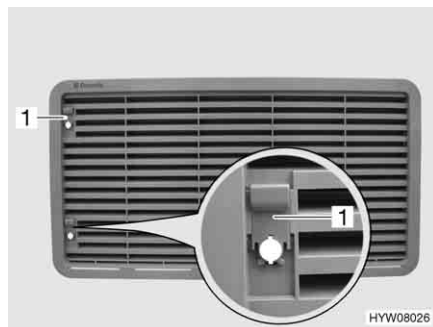

Fig. 181 Griglia di aerazione del frigorifero (Dometic grande)
- Spingere il chiavistello (Fig. 181,1) verso l'alto.